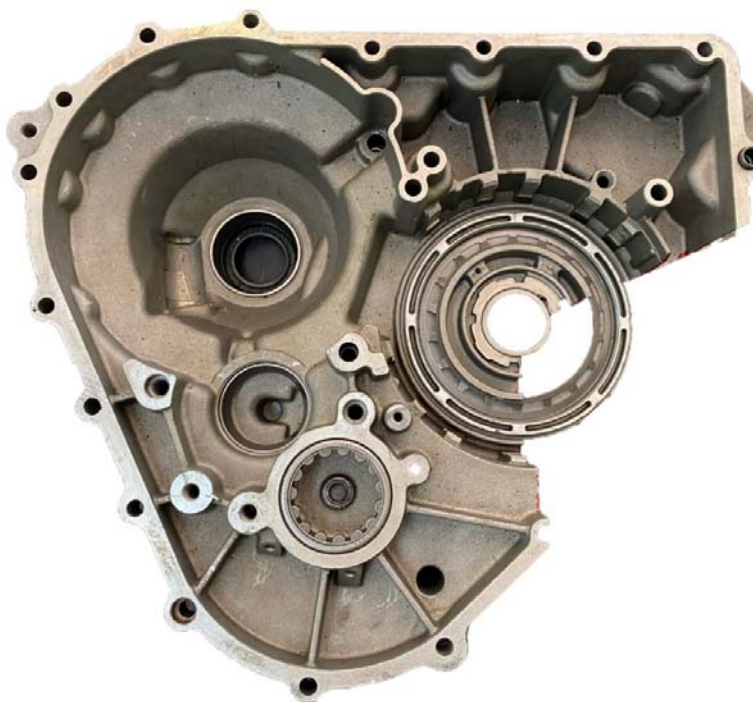

Рисунок 86 – крышка картера на верстаке.
- установить крышку картера КП на верстак (рисунок 86);